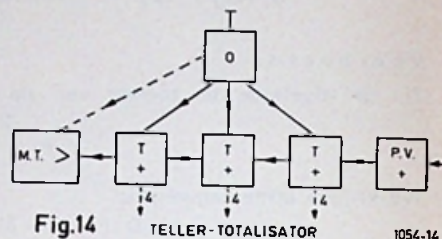
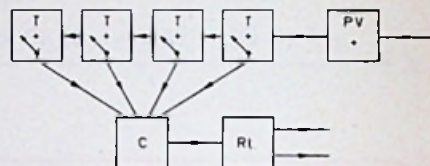

Fig.14
Fig.15 TELLER MET VOORINSTELLING
1.2.1. Teller-totalisator. (fig. 14).
a) met voorinstelling (fig. 15).
De teller-totalisator van fig. 14 en de uitbreidingen van fig. 15 en 16 kunnen ook worden uitgebreid met de mogelijkheid van uitwendige informatie (zie 1.1.9).